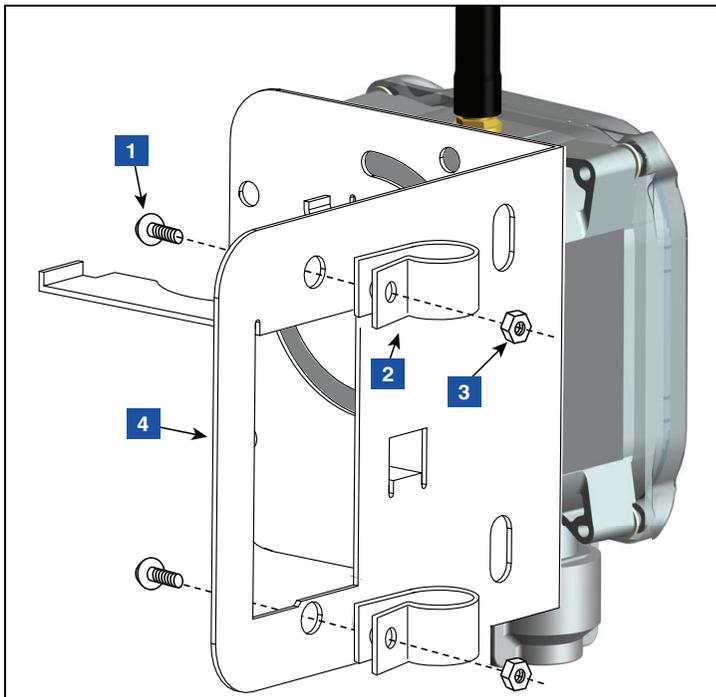

Figure 16. Fixation des brides de conduit au support
4. Fixez deux brides en plastique de 12,7 mm (1/2") au support comme illustré à la Figure 16.
LEGENDE DE LA Figure 16